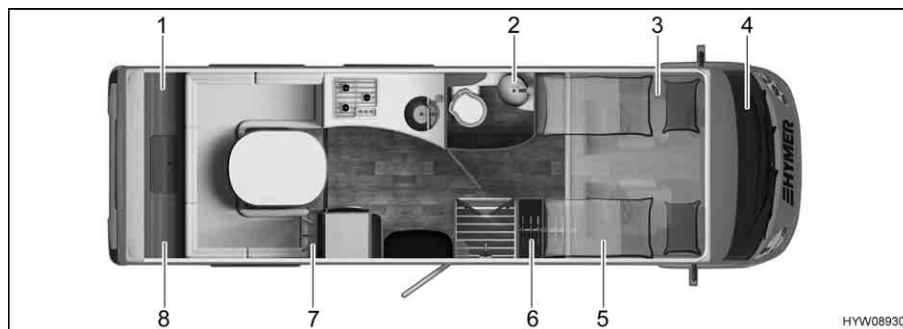

Fig. 192 Valvole di sfiato (posizione)
- nel garage di coda (Fig. 192,1 e 8)
- nell'armadio del lavabo (Fig. 192,2)
- nella console del sedile del conducente (Fig. 192,3)
- sotto a una copertura presente sul cruscotto (Fig. 192,4)
- nel vano a destra del sedile del passeggero (Fig. 192,5)
- sotto l'armadio guardaroba (Fig. 192,6)
- nel vano (Fig. 192,7)